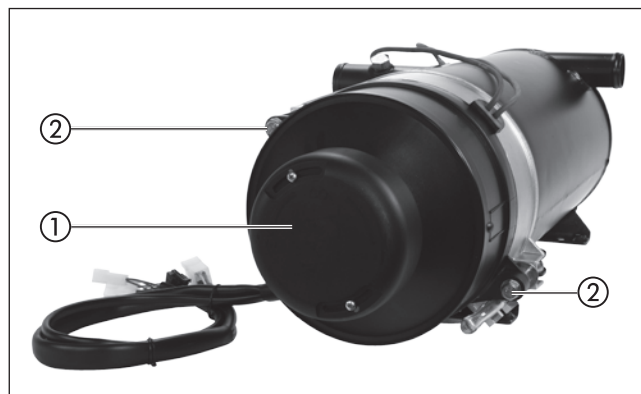

Bild 1
**Hutze abnehmen** (siehe Bild 1 und 2)